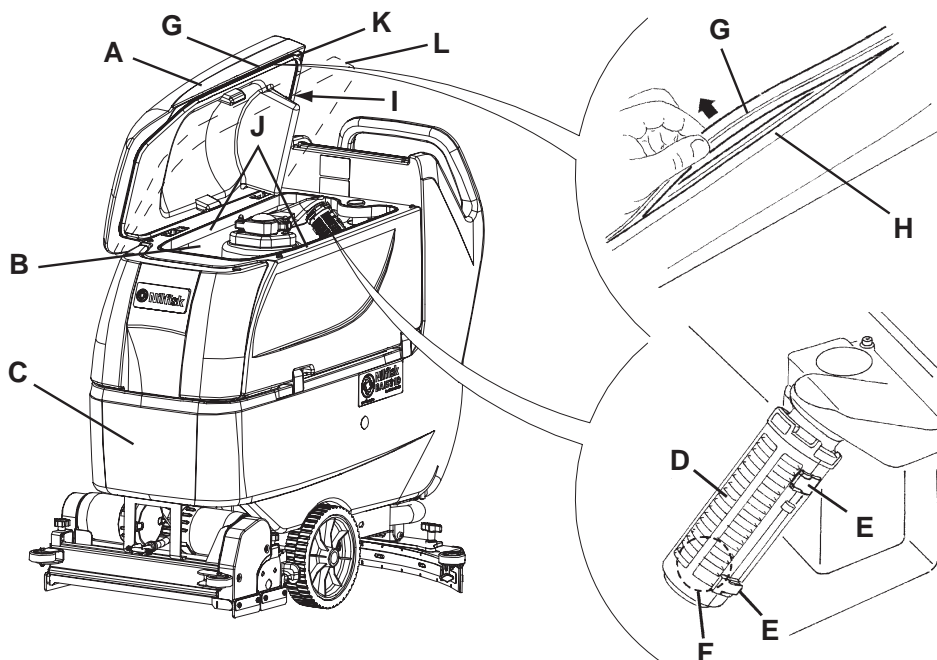

Abbildung 7
3. Den Deckel (A, Abb. 7) in der Waschposition (L) bringen.
4. Den Deckel (A), die Tanks (B und C) und das Ansauggitter mit automatischem Schwimmverschluss (D) mit klarem Wasser reinigen und waschen.